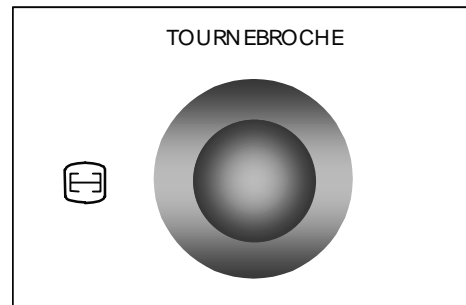

fig. 7
- Appuyez sur le bouton  (fig. 7).